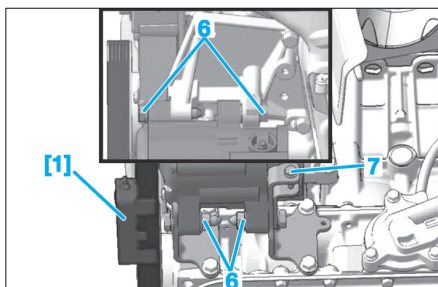

Fig. 33
- Agir sur la vis (7) pour effectuer le réglage de tension de la courroie d'accessoires (Fig.33).